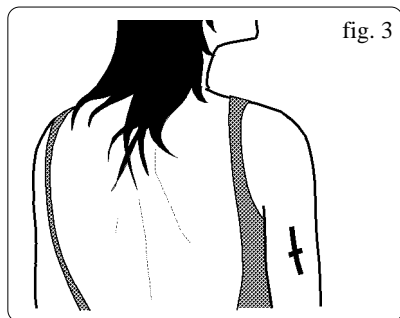

fig. 3
- Sur le cadrant on doit lire 2mm +/- 0,2 mm. Si ce n'est pas le cas, il faut régler la vis (fig. 5-13) qui se trouve sur l'entretoise (fig 3) du adipomètre de façon à tendre les ressorts jusqu'à obtenir la mesure de 2+/-0,2 mm de lecture sur le cadrant de l'instrument.
Pli vertical mesuré le long de la ligne médiotricipitale, à mi chemin entre l'olecrane (coude) et l'apophyse coracoïde (épaule). (fig. 3)